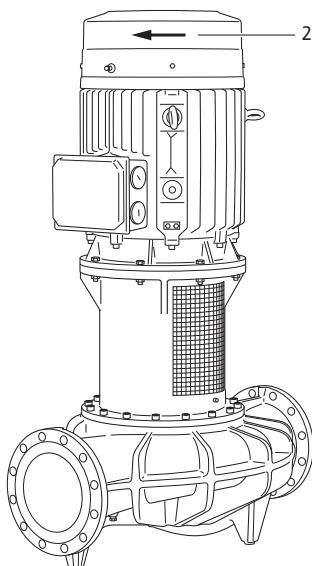

Fig. 47: Verificați sensul de rotație
- Prin pornirea scurtă durată, verificați dacă sensul de rotație corespunde cu săgeata de pe capacul ventilatorului (vezi Fig. 47, poz. 2). În cazul unui sens de rotație incorect, procedați după cum urmează: